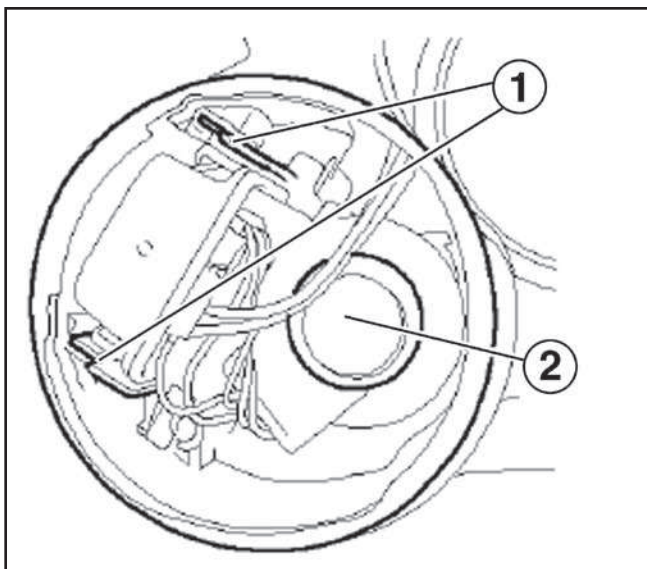

Fig. 1
- Desbloquear las 2 pestañas (1) Fig. 1).
- Desbloquear el servomotor (2) de reglaje de la altura de los faros.